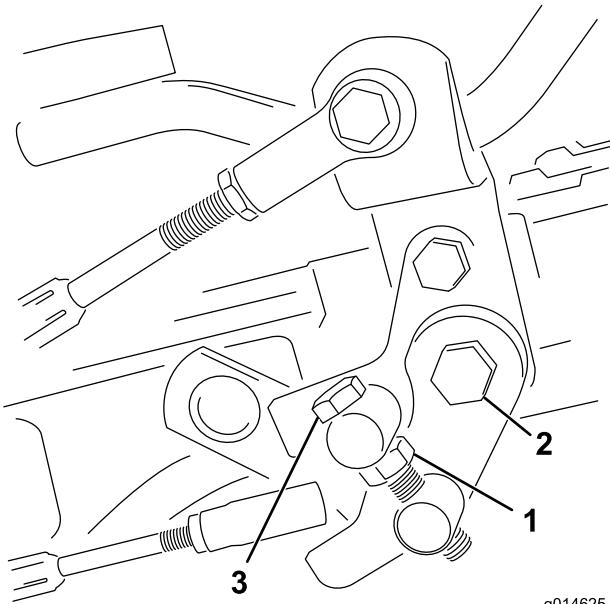

图50
1. 松开枢轴螺栓上的锁紧螺母（图50）。
- 4. 上紧枢轴螺栓上的锁紧螺母和踏板枢轴上的螺母，锁定调整（图50）。检查调整情况，并按需要调整。